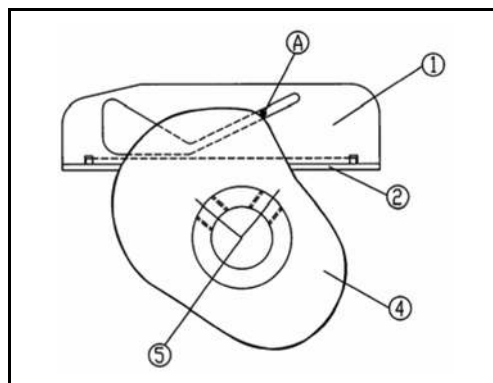

Рис. 27
Нитепритягиватель нити петлителя изображен на передней стороне Рис. 27.
Установите глазки нитепритягивателя петлителя ① и ② в крайнем правом положении, которое считается стандартным положением. (Рис. 27).